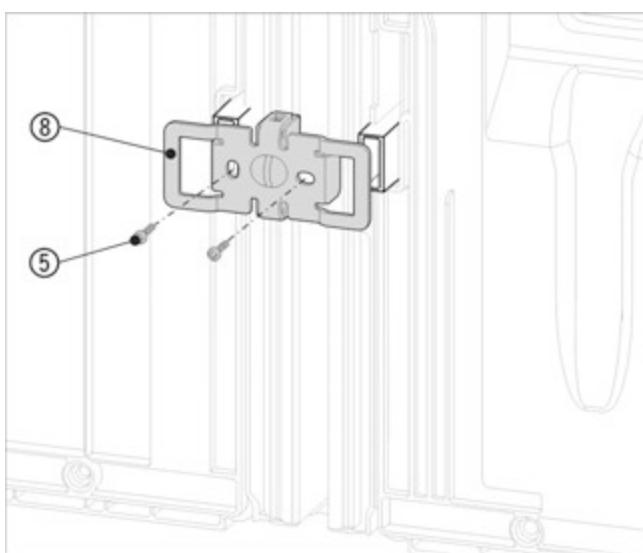

Fig. 19 Приблизне відображення
- ▶ Знову всунути кут Fig. 19 (8) з віймками через кріплення для пристінної розпірки.
- ▶ Закрутити 2 гвинтами Fig. 19 (5).